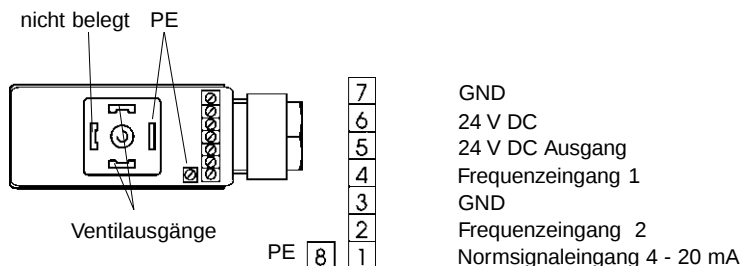

Bild 3: Anschlußbelegung
- Schließen Sie die Kabel an (Bild 3).